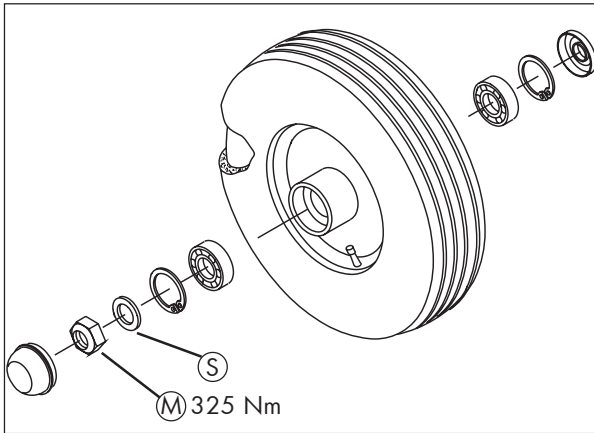

Bild 3-2
Die Räder für das Hauptfahrwerk auf die Achsstummel aufstecken. Anschließend das Rad mit der Scheibe (S) \varnothing 21 mm und der Mutter (M) M20 auf dem Achsstummel festschrauben und die Nabenkappe auf die Felge aufschlagen (Bild 3-2). Verwenden Sie hierfür den Inhalt des Beutels D.